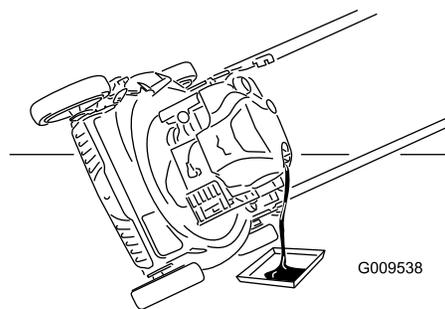

Рисунок 27
3. Для слива отработанного масла через маслозаливной патрубкок переверните газонокосилку набор воздушным фильтром вверх (Рисунок 27).
4. **Медленно** заливайте масло в маслозаливной патрубкок до тех пор, пока уровень масла не достигнет отметки **Full (ЗАПОЛНЕНО)** на масломерном щупе (Рисунок 27). **Не допускайте переполнения картера.** (Макс. объем масла: 0,59 л (20 унций.), тип: автомобильное моющее масло (SAE 30), имеющее классификацию API: SF, SG, SH, SJ, SL или выше.)